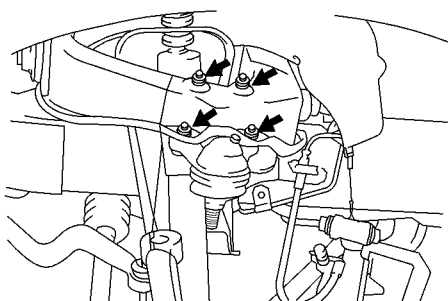

图 14-104 拆下四个螺母、两个螺栓和上球窝节
2) 拆下四个螺母、两个螺栓和上球窝节, 如图 14-104 所示。